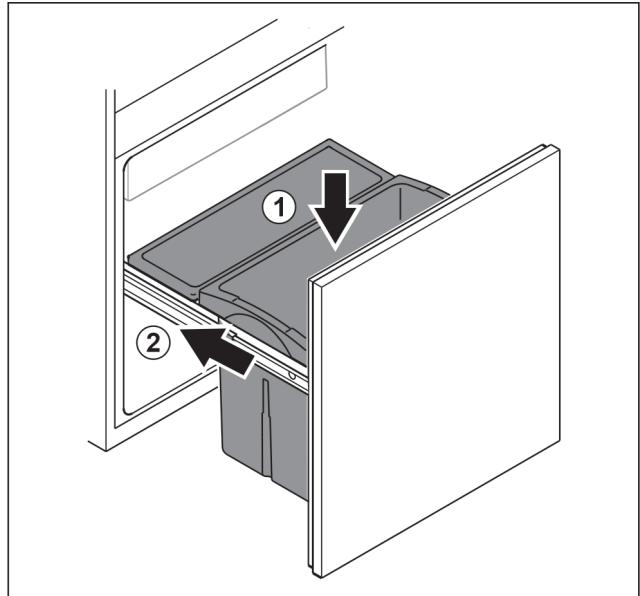

Fig. 98
- ▶ Поставете чекмеджето отгоре. Fig. 98 (1)
- ▶ Вкарайте изтеглящата се ракла. Fig. 98 (2)